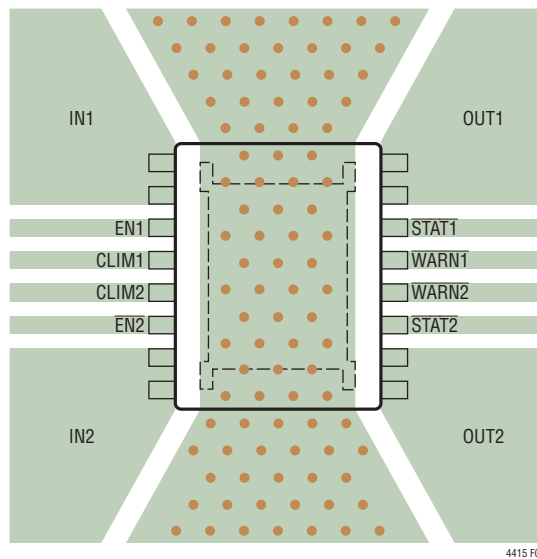

図4. 両面PCBの基板レイアウトの例
1. パッケージの露出パッド(ピン17)は面積が大きいPC基板のグラウンドに直接接続し、熱インピーダンスを最小限に抑えます。2500mm²の1オンス両面銅基板に正しく半田付けすると、DFNパッケージの熱抵抗(θ_{JA})は約43°C/Wになります。パッケージ裏面の露出パッドとの間の接触が良好でなく、グラウンド・プレーンのサイズが適切でないと、熱抵抗が非常に大きくなり、一定の電力損失でのダイ温度が高くなります。2層基板のレイアウトの例を図4に示します。基板にはデバイスの下や近くにビアを配置して、デバイスからボトム層に熱を逃がします。